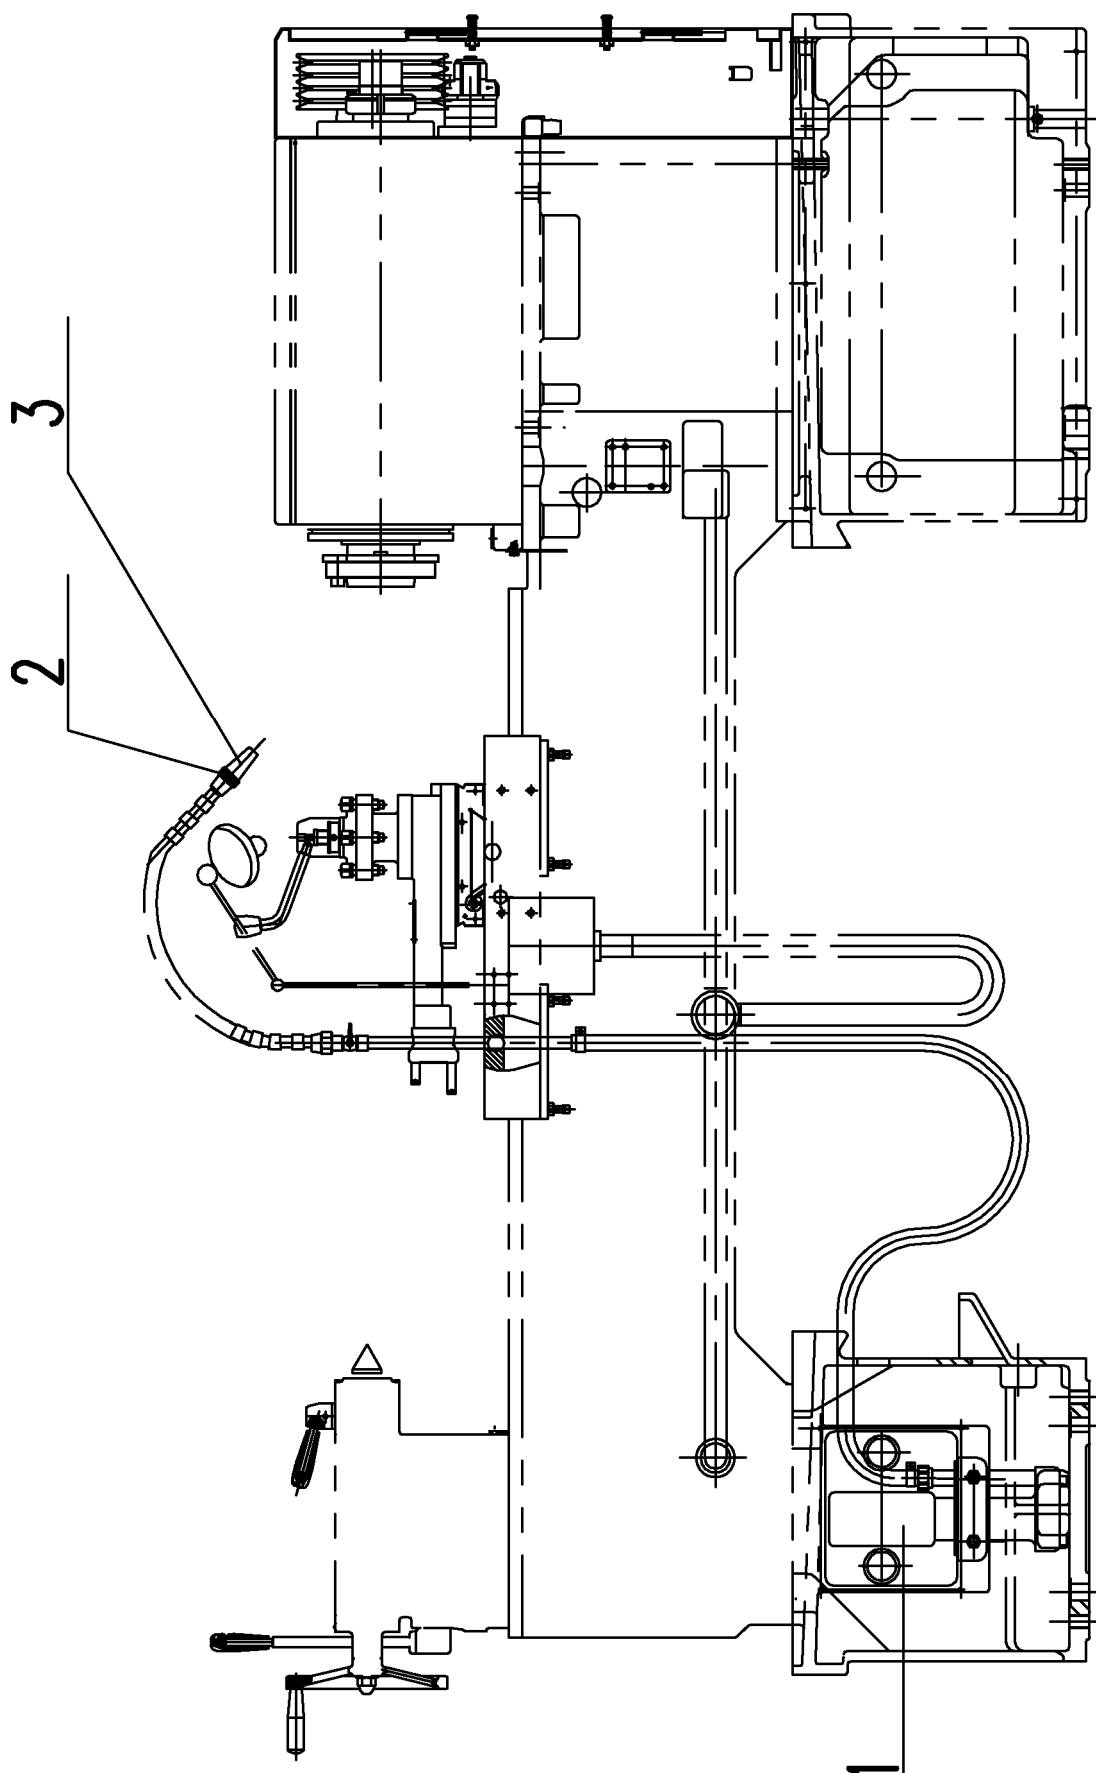

Рис. 29: Система охлаждения станка
10.1. Система охлаждения (см. рис. 29)